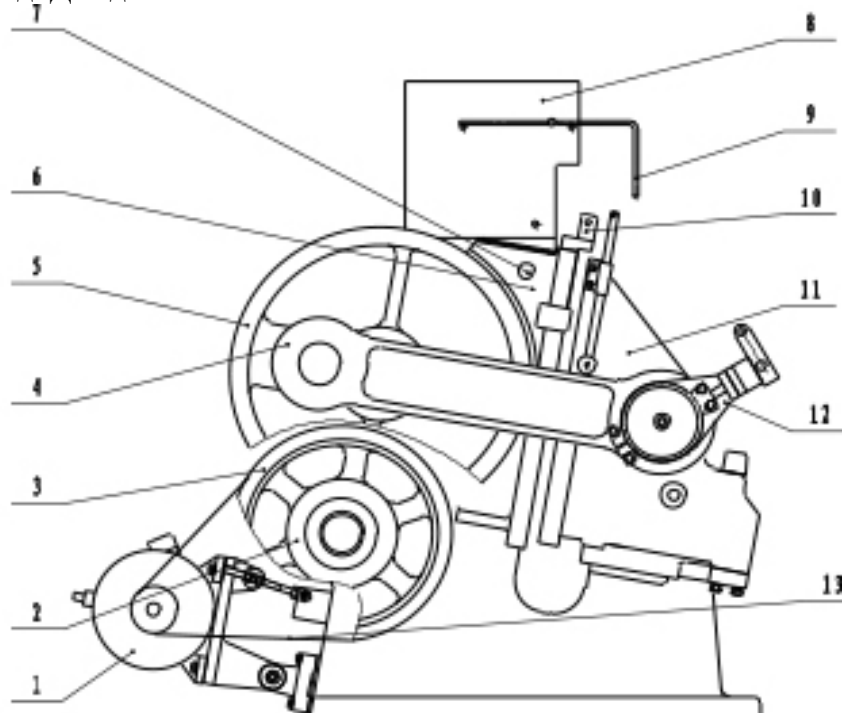

Рисунок 1
- 2.2. Машина состоит из станины, подвижной части, электромагнитной муфты, зубчатого передаточного механизма, системы тормоза и электрической системы управления и т.д. Для деталей см. Рис. 1.